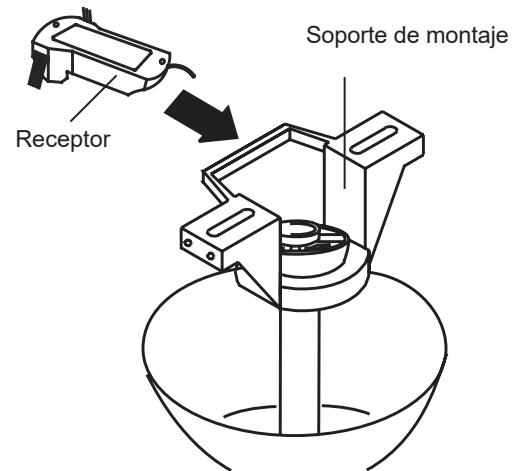

Fig. 13
**Paso 1.** Inserte el receptor en el soporte de montaje en el techo con el lado plano hacia receptor orientado hacia el techo. **(Fig. 13)** Para obtener el mejor rendimiento, asegúrese de que el cable antena negro (en el extremo del receptor) permanezca extendido y no se enrede con los cables eléctricos.